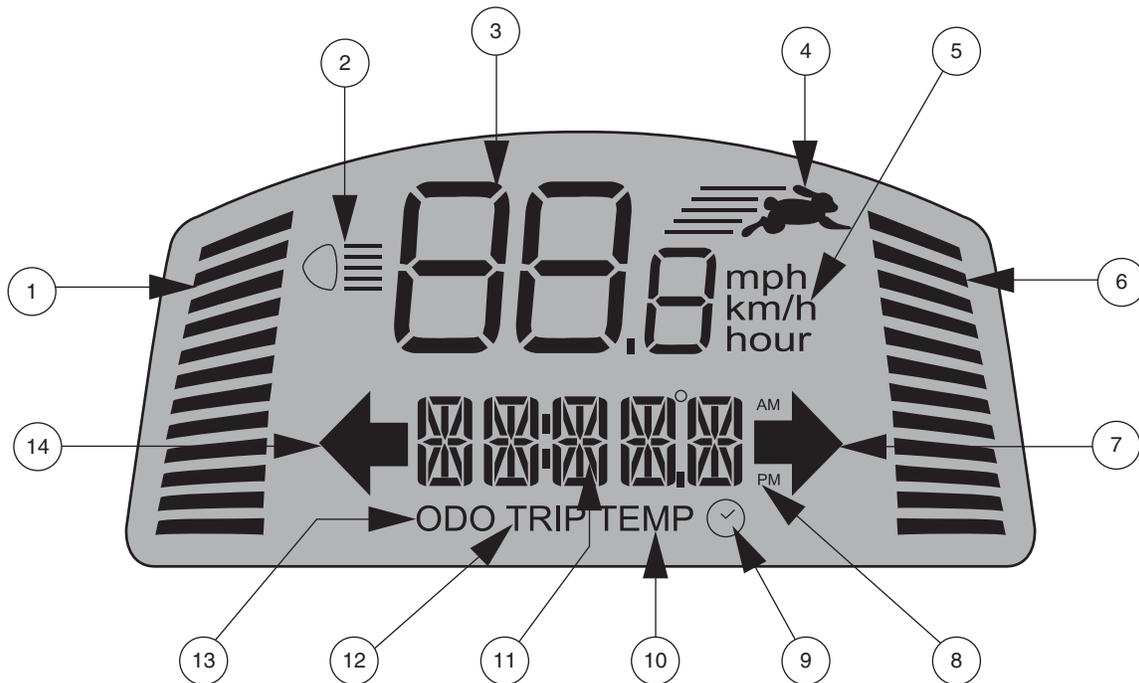

Figure 2. Écran LCD
- Appuyer une fois sur le bouton Hi-Lo pour fixer le réglage de la vitesse à Hi. L'indicateur Hi-Lo s'affiche sur l'écran LCD. **Voir la figure 2.** L'utilisation de ce paramètre en conjonction avec les boutons de réglage de la vitesse permet au VMP d'atteindre des vitesses jusqu'à la vitesse maximale préprogrammée pour le VMP.
Ces boutons de réglage permettent de présélectionner et de limiter la vitesse de votre VMP. Ceci est indiqué par l'indicateur de vitesse maximum sur l'écran LCD. **Voir la figure 2.**
**NOTE:** Plus de barres sont affichées sur l'indicateur de vitesse maximum, plus votre vitesse maximum présélectionnée sera élevée. Voir la figure 2.
Le panneau de commande LCD donne des informations intuitives via l'écran LCD. Voir la figure 2. L'écran LCD est également utilisé lors de la configuration initiale (activation) des différents paramètres du panneau de commande. Voir la tableau 1.